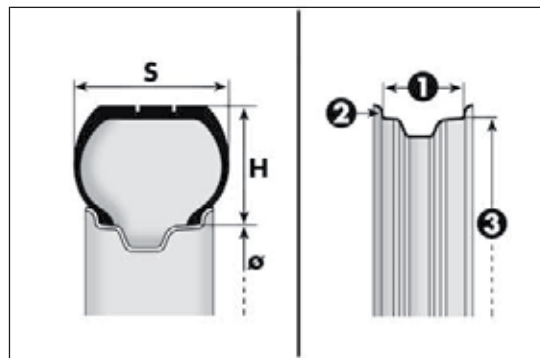

РИС. 176
**Пример РИС. 176: 195/55 R 16 87H**
### Пример РИС. 176: 6 J x 15 H2 ET 40